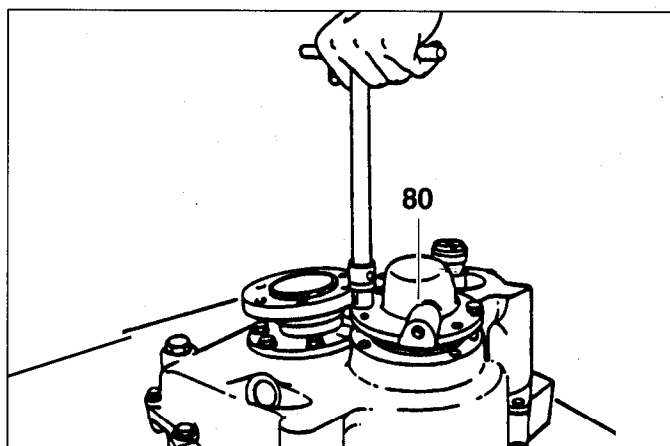

Fig. 10
- 11) Togliere il coperchio (80) i tubi (106) eliminare gli anelli OR (105) che in fase di montaggio dovranno essere sostituiti con nuovi (Fig. 10).
- 1) Svitare le viti (103) e (104) con le rosette (12). Avvitare due viti sugli appositi fori filettati ricavati sulle
- 11) Remove oil pipes (106), the cover (80), take oil seal rings (105) off the oil pipes and use new ones during re-assembly (Fig. 10).